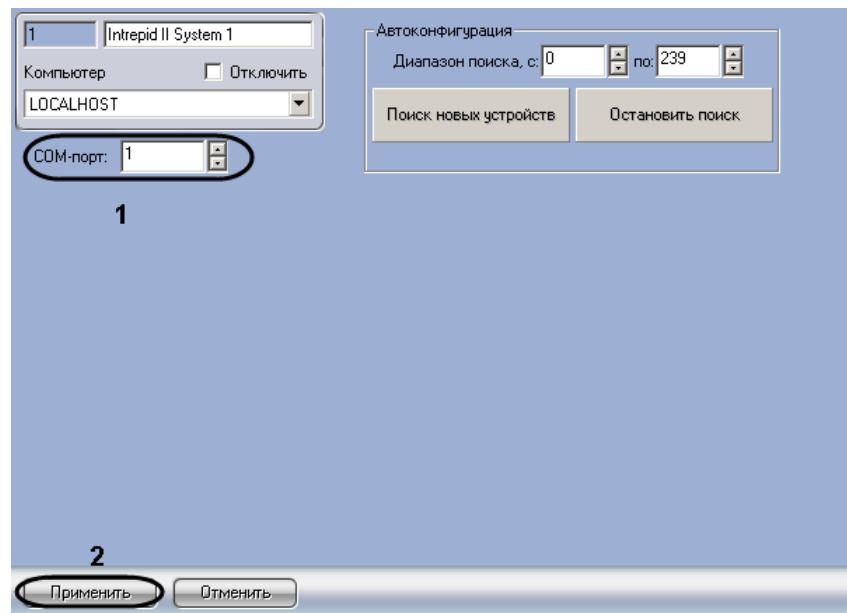

Рис. 3.2—2 Настройка подключения ПСЗ *Intrepid II System*
2. В поле **СОМ-порт** ввести с помощью кнопок **вверх-вниз** номер СОМ-порта подключения системы (см. Рис. 3.2—2, 1).
3. Нажать на кнопку **Применить** (см. Рис. 3.2—2, 2).